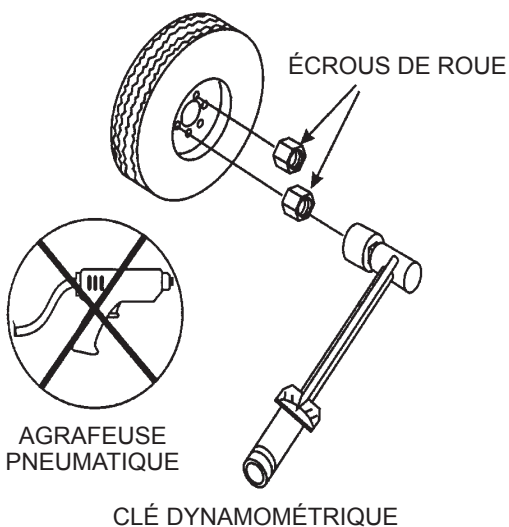

**Figure 69. Écrous de roue**
- Serrer tous les écrous de roue dans l'ordre (voir la Figure 69). **NE PAS** serrer les écrous de roue complètement. Serrer chaque écrou de roue en 3 passes distinctes tel que défini par le Tableau 18.